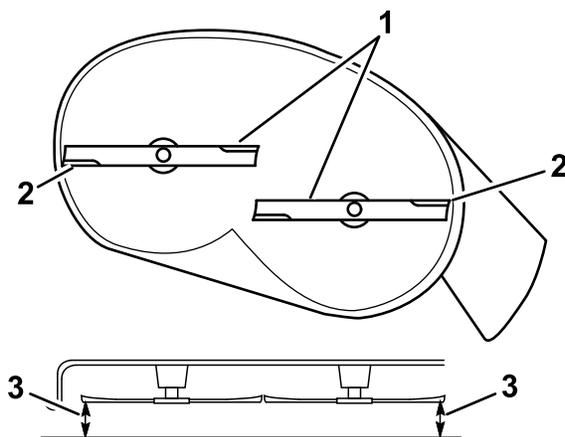

Figura 68
5. Măsurai între marginile de tăiere exterioare i suprafaa plană (Figura 68).